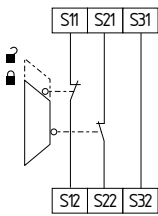

Fig. 17
**Circuito de monitorización de un resguardo de seguridad de dos canales con dispositivo de seguridad con enclavamiento según EN ISO 14119 (véase fig. 17)**